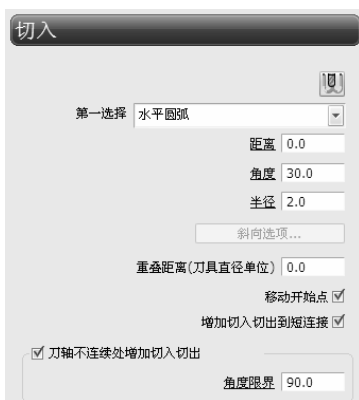

图 3-161 “切入”选项卡
1) 选择“切入”选项, 选择“水平圆弧”切入方式, 设置“距离”为 0.0, “角度”为 30.0, “半径”为 2.0, 如图 3-161 所示。